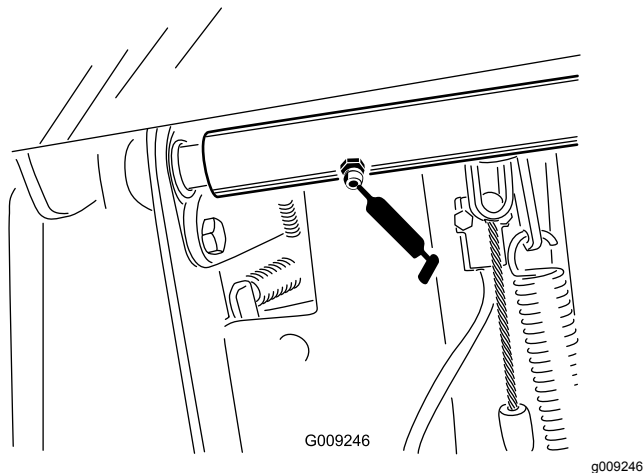

Figura 58
- Cuscinetti orientabili dell'albero del freno (2) (Figura 58)